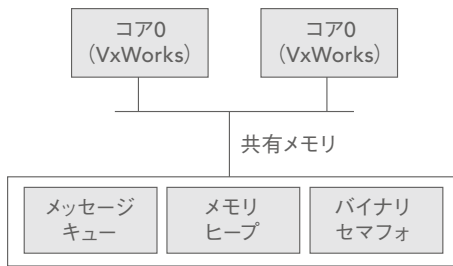

図7: 現場で実証されたVxMPによるAMPサポート
- VxMPは、AMPシステムで使用するための分散 VxWorksオブジェクトを提供します(図7参照)。